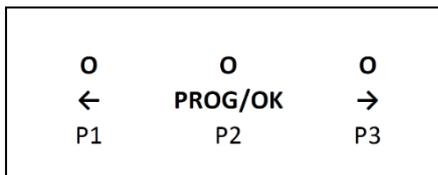
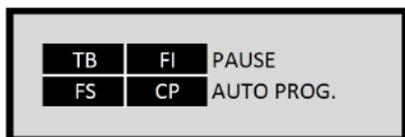

Abbildung 26: Programmier Tasten
Abbildung 27: Displayanzeige, Ausgangsbildschirm
Die Einstellung der Betriebsparameter (Programmierung) erfolgt über Programmier Tasten und die Displayanzeige der Steuereinheit des Haltepostens. Siehe *Abbildung 26: Programmier Tasten* und *Abbildung 27: Displayanzeige, Ausgangsbildschirm*.
10. Die Steuerung hat die Endstellung und die notwendigen Betriebskräfte des Motors abgespeichert und das Display wechselt in den Ausgangsbildschirm. Siehe *Abbildung 27: Displayanzeige, Ausgangsbildschirm*.